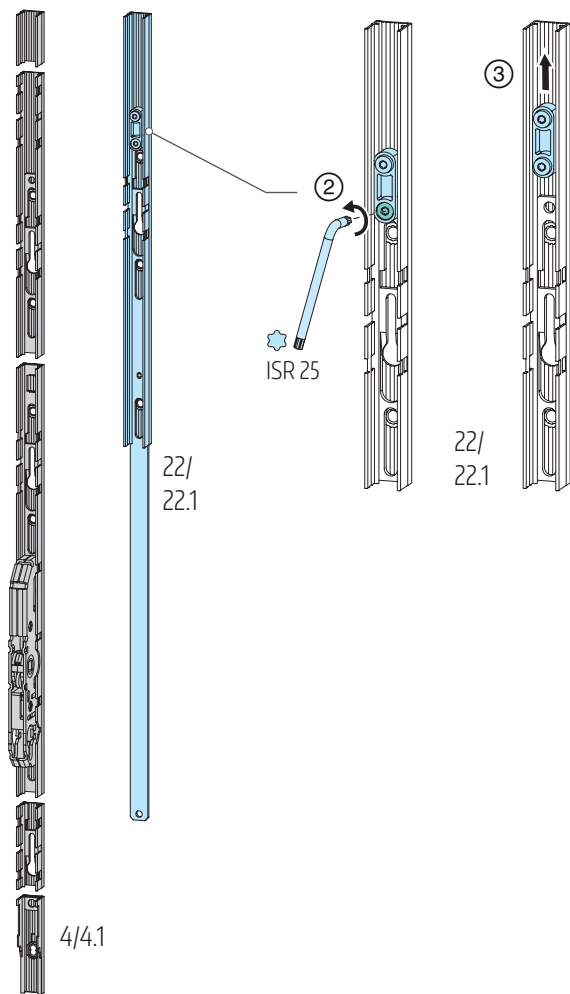
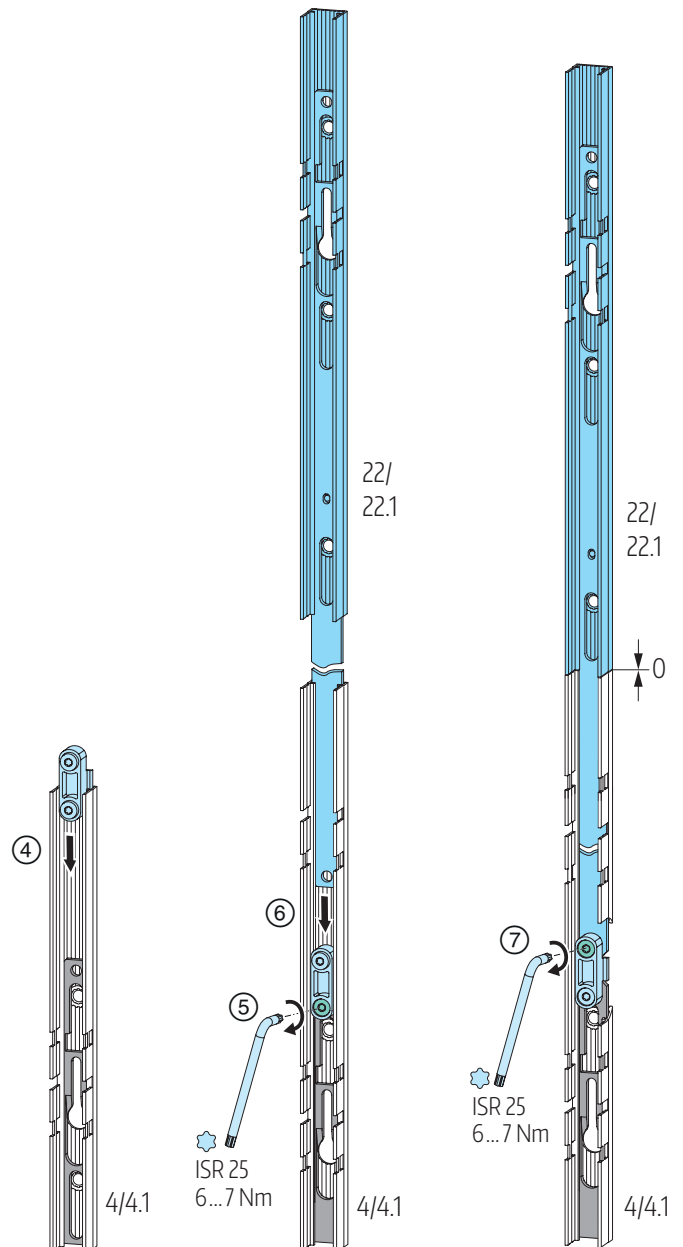

Abb. 65
Abb. 66
Riegelstange der Getriebeverlängerung 22/22.1 lösen, ISR 25 und ③ aus Getriebestulp entnehmen; **Abb. 65.** ④ Riegelverbindungsstück in Führung Riegelstange des Getriebes 4/4.1 einführen und ⑤ mit Riegelstange des Getriebes koppeln, ISR 25, 6 ... 7 Nm. ⑥ Riegelstange der Getriebeverlängerung in Getriebe einführen und ⑦ über Riegelverbindungsstück mit Riegelstange Getriebe verbinden, ISR 25, 6 ... 7 Nm.; **Abb. 66.**